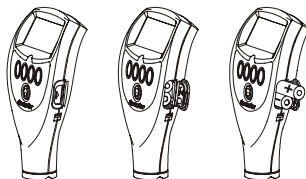

Abb. 2. Einlegen der Batterien - achten Sie auf die richtige Polarität
2. Legen Sie 2 x LR03 (AAA) alkalische Trockenbatterien ein, und achten Sie dabei auf die richtige Batteriepolarität (Abbildung 2).